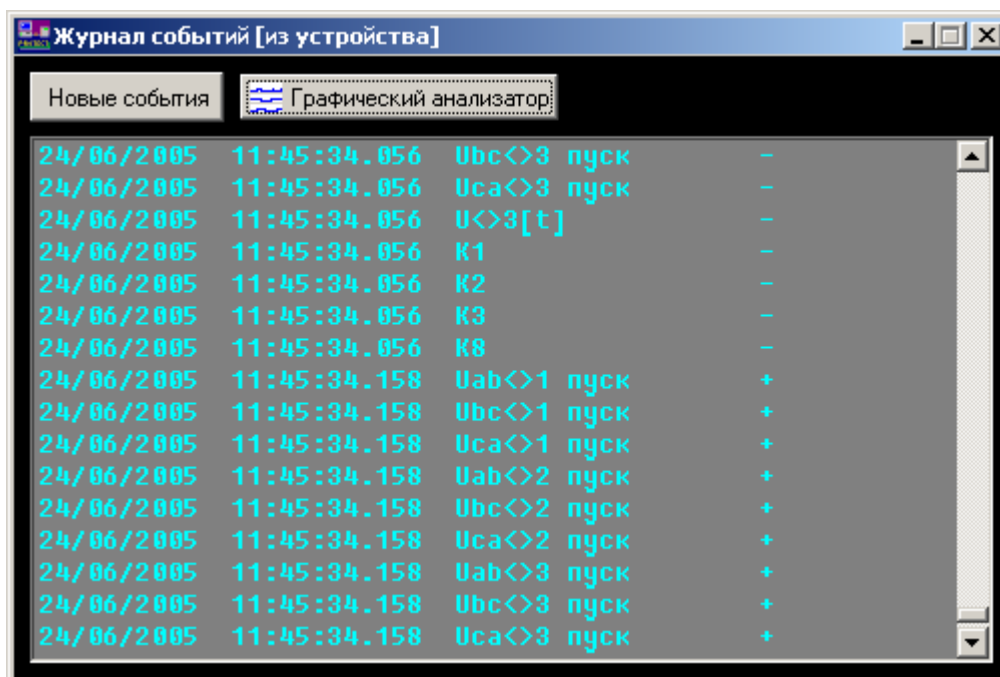

Рисунок 16 – Пример окна "Журнал событий".
5.3.5.5 В расширенной версии программы "Protect for Windows" (поставляется по отдельному заказу) имеется возможность просмотра журнала событий в графической форме (в виде временных диаграмм). Графическое окно открывается при нажатии на кнопку "Графический анализатор" в окне журнала событий (рисунок 16). Если в текстовом окне журнала событий присутствуют события, происходившие в течение нескольких дней, то после нажатия кнопки "Графический анализатор" будет выведено окно выбора дня, показанное на рисунке 17.